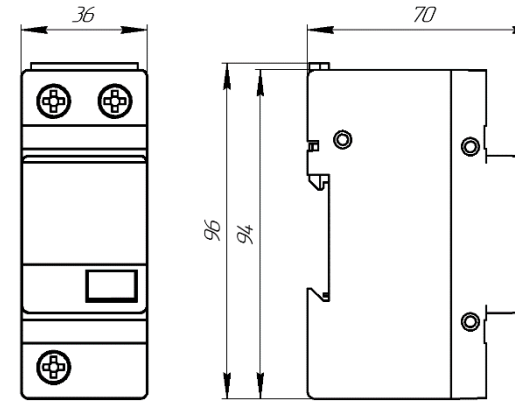
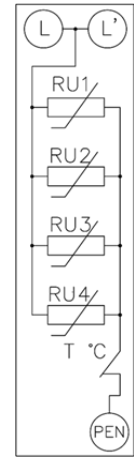

Рисунок 3 - Габаритные размеры УЗИП без диагностическими контактами
Рисунок 4 - Принципиальная электрическая схема УЗИП без диагностическими контактами
1.4.5 Габаритные размеры УЗИП без диагностических контактов представлены на рис. 3. Принципиальная электрическая схема данных УЗИП представлена на рис. 4.